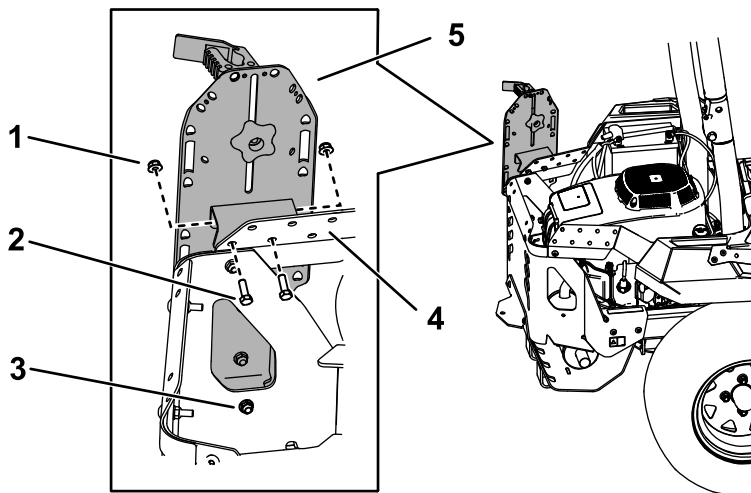
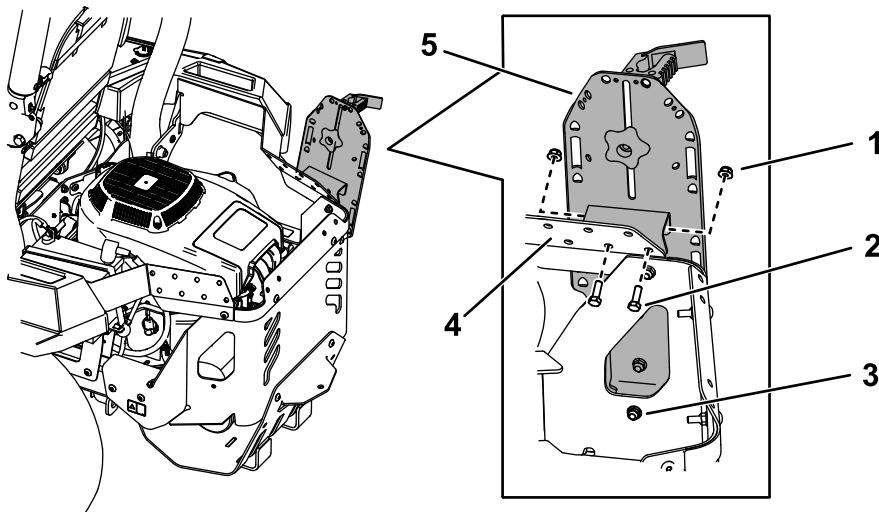

Figura 13
Figura 14
1. Prenda o conjunto do motor na proteção superior lateral do motor utilizando dois parafusos (5/16 x 1 pol.) e duas porcas (5/16 pol.) como se mostra na Figura 13 ou Figura 14.
3. Prenda a parte inferior do suporte principal à proteção do motor utilizando um parafuso de carroçaria (5/16 x 7/8 pol.) e uma porca (5/16 pol.), como se mostra na Figura 13 ou Figura 14.